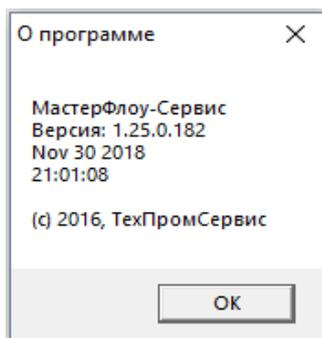

Рисунок 39
- б) поле **О программе** служит для предоставления сведений о назначении и версии данного программного продукта и для вызова всплывающего окна **О программе** (См. рисунок 39).